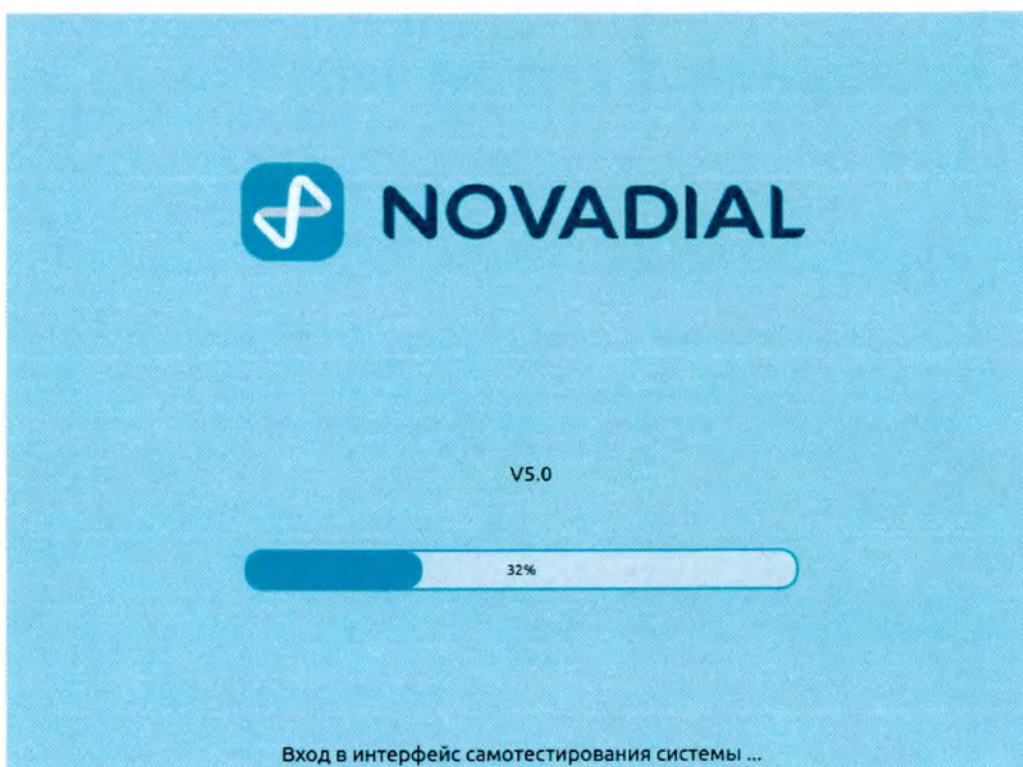

Рис. 6-1 Экран системы управления
- ❖ Когда система находится в режиме управления, см. рис. 6-1, экран запуска будет содержать следующую информацию: